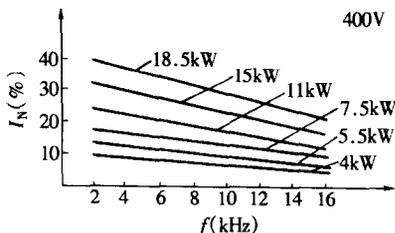

图 1-1-13 载波频率与输出电流的关系
(4) 载波频率与输出电流的关系。从实验得知，载波频率从 2kHz 提高到 16kHz（即增长 8 倍），则 IGBT 的功耗约增加 1~1.5 倍，发热增大。为保证在较高载波频率运行时 IGBT 的安全可靠，建议要降低输出电流值。载波频率与输出电流关系见图 1-1-13。载波频率从 2kHz 上升到 16kHz 时，即增长 8 倍，建议输出电流值下降到 50% I_N （ I_N 为频率 2kHz 时变频器的额定电流）。从图 1-1-13 可知，在低载波频率下，相对电流值大，这样转矩亦大，利于起动或带动负载的需要。